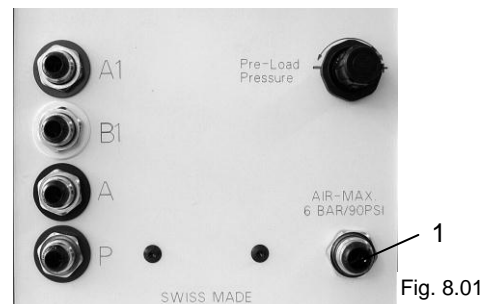
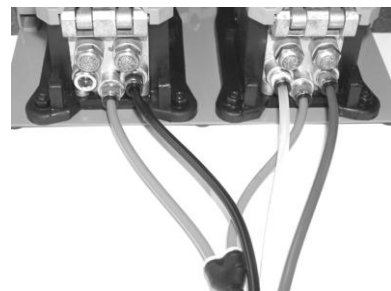

Fig. 8.01
Fig. 8.02
Relier le kit tuyaux conformément à un codage de couleurs au dos de la machine (Fig. 8.01) et à la pédale double à pied (Fig. 8.02)
Relier le raccord **AIR-MAX**. (Fig. 8.01, Pos. 1) de la machine avec les tuyaux Ø 8/6 mm au système d'air comprimé.
- La décompression de la machine intervient uniquement par débranchement du tuyau pneumatique principal. (Fig. 8.01, Pos 1)